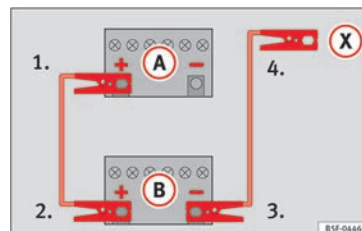

Fig. 67 Esquema de ligação para veículos sem sistema Start/Stop.
do veículo com a bateria descarregada (A) » Fig. 67.
3. Ligue a outra extremidade do cabo *vermelho* de emergência ao polo positivo (+) do veículo que fornece a corrente (B).
4. *Em veículos sem sistema Start-Stop:* ligar uma extremidade do cabo *preto* de emergência ao polo negativo (-) do veículo que fornece a corrente (B) » Fig. 67.